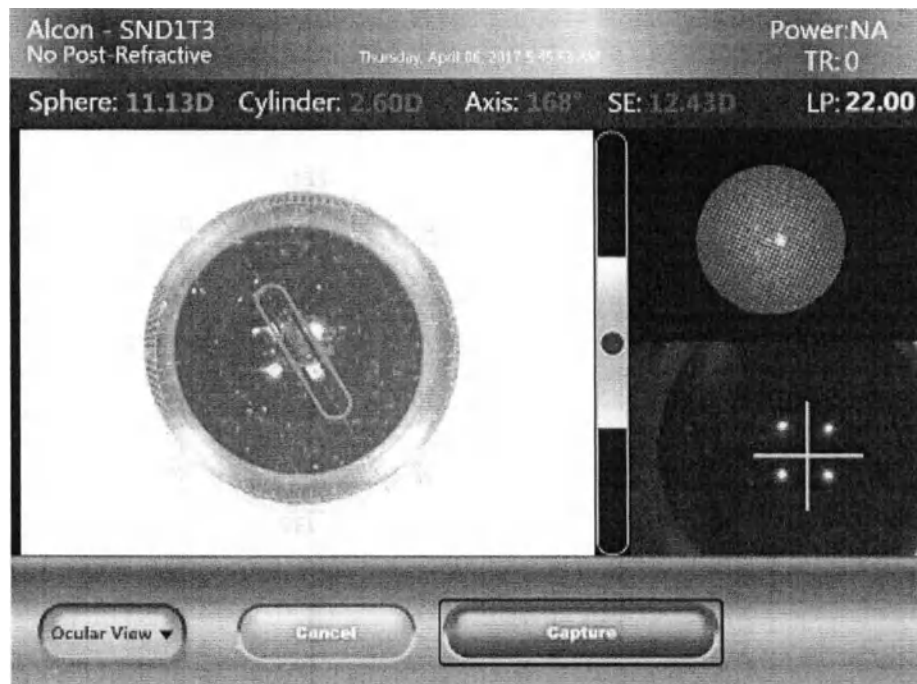

Рисунок 163. Экран на платформе ORA — захват афакичного измерения
- Нажмите кнопку **Capture (Захватить)** или ножную педаль, чтобы инициировать измерение (Рисунок 163).